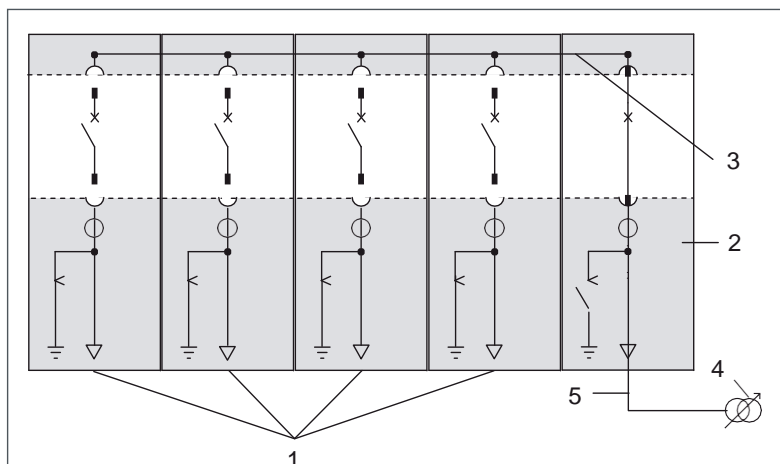

Fig. 8.2
- Isoler toutes les cellules et les mettre à la terre (Fig. 8.2).